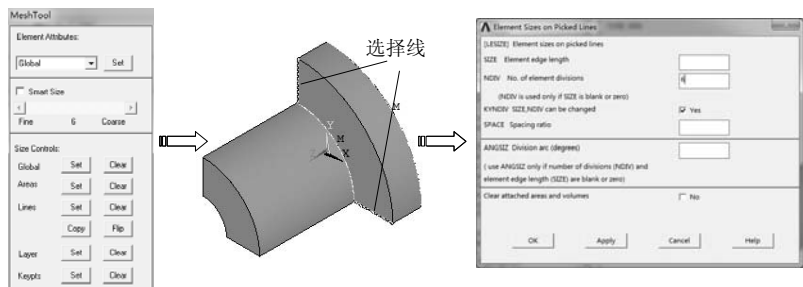

图 9-104 设置单元数量
6) 选择“Main Menu>Preprocessor>Meshing>Mesh Tool”命令，弹出“Mesh Tool”对话框，单击“Lines”后的“Set”按钮，弹出实体选取对话框，选择盘端两条径向线，单击“OK”按钮，弹出“Element Sizes on Picked Lines”对话框，在“No. of element divisions”文本框中输入6，单击“OK”按钮完成单元数量设置，如图 9-104 所示。